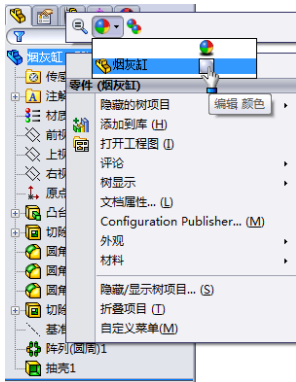

图 1-34 设置透明度快捷菜单
1. 执行命令。右键单击[FeatureManager 设计树]中的文件名称[烟灰缸]，此时系统弹出如图 1-34 所示的快捷菜单，在[烟灰缸]一栏中选择[外观]图标→[烟灰缸][编辑 颜色]图标。